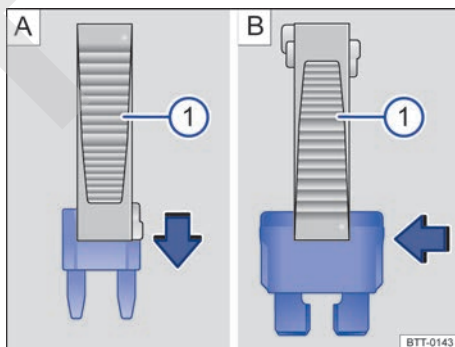

Fig. 165 Quitar o instalar un fusible con la garra de la pinza de plástico ①.
- De ser necesario, retirar la pinza de plástico → fig. 165 ① de la cubierta de la caja de fusibles.
- En caso de *fusibles pequeños*, encajar la garra ① por encima → fig. 165 A.
- En caso de *fusibles mayores*, empujar la garra ① lateralmente sobre el fusible → fig. 165 B.
- Si el fusible está quemado, sustituir el fusible por uno nuevo de la *misma* intensidad de corriente (mismo color e inscripción) y del *mismo* tamaño → ①.